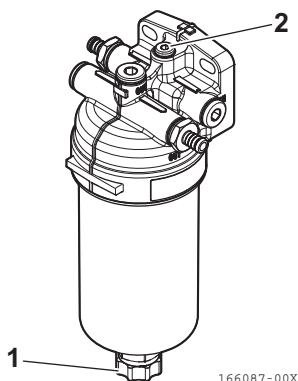

Abbildung 8
2. Lösen Sie die Ablassschraube (**Abbildung 8, (1)**) und die Entlüftungsschraube (**Abbildung 8, (2)**). Lassen Sie anschließend das Wasser und den innen angesammelten Schlamm ab. Entsorgen Sie das aufgefangene Wasser nebst Schlamm ordnungsgemäß.